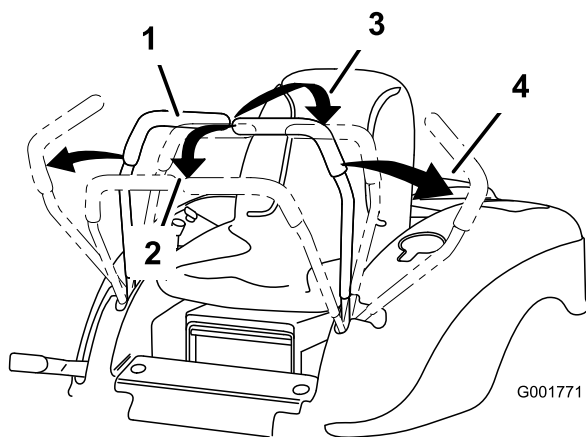

Bild 11
2. Schieben Sie für das Vorwärtsfahren die Fahrtriebshebel langsam vorwärts (Bild 11).
Wenden Sie zum Geradeausfahren auf beide Fahrtriabshebel denselben Druck an (Bild 11).
Verringern Sie zum Wenden den Druck auf den Fahrtriabshebel an der Seite, in deren Richtung Sie wenden möchten (Bild 11).
2. Ziehen Sie zum Rückwärtsfahren die Fahrtriabshebel langsam nach hinten (Bild 11).